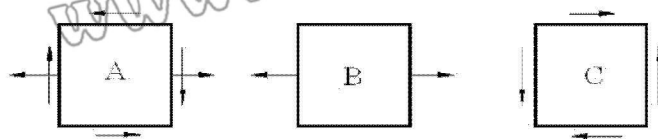

图 2.1
(1) 中间段是纯弯曲，故切应力为零。点 C 在中性层上，所以正应力为零。单元体受力如图 2.1 所示。